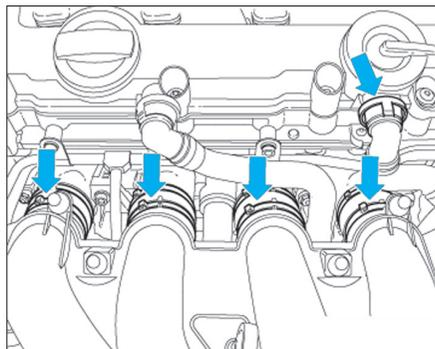

Fig. 38
- Ouvrir les colliers des manchons des tubulures d'admission (Fig.38).